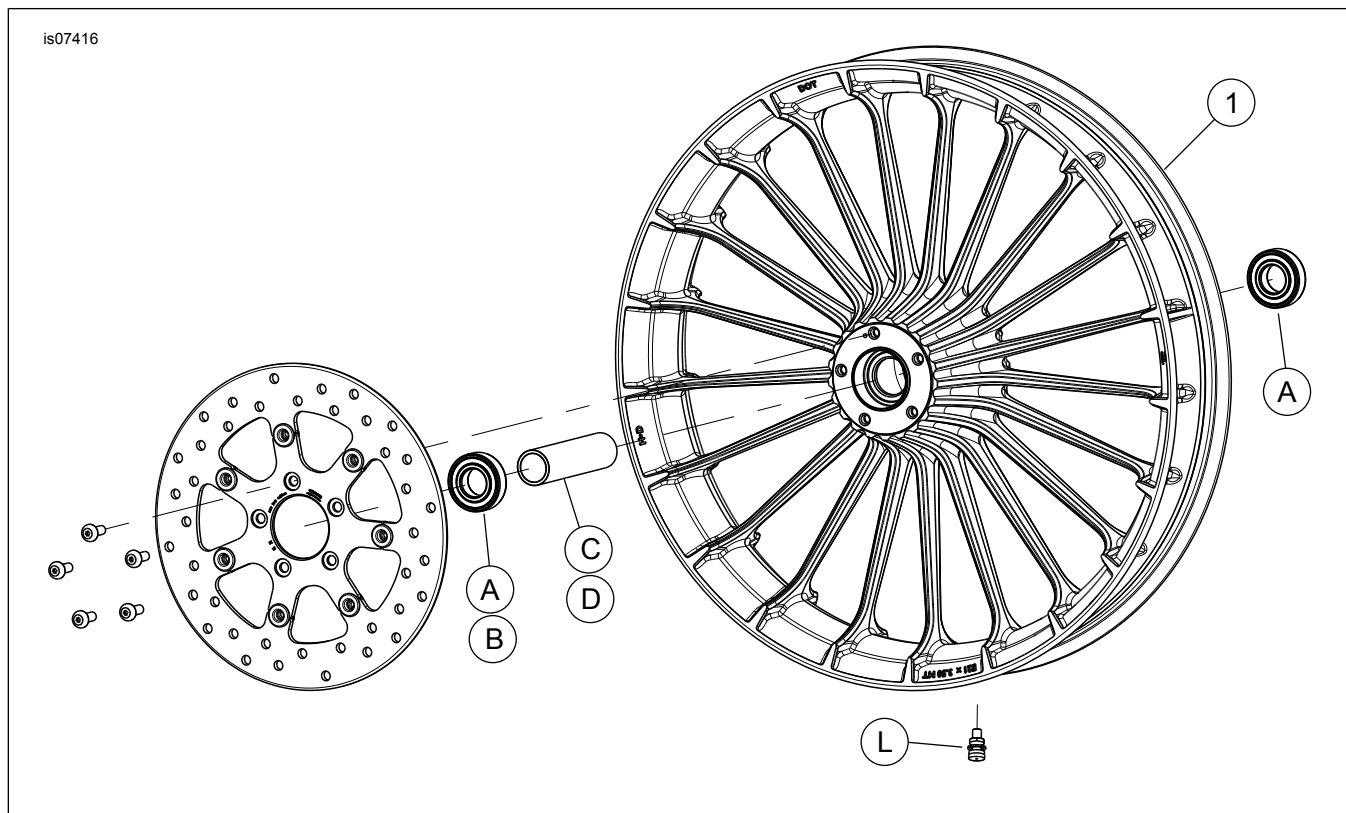

Abbildung 2. Ersatzteile: Vorderrad „Turbine“
Dieser Satz enthält nur das Spezial-Rad. Siehe Abbildung 2 und Tabelle 2.
2. Siehe Abbildung 2 >. Die Ventilschaft-Baugruppe (L) am Rad anbringen. Siehe Werkstatt­handbuch.